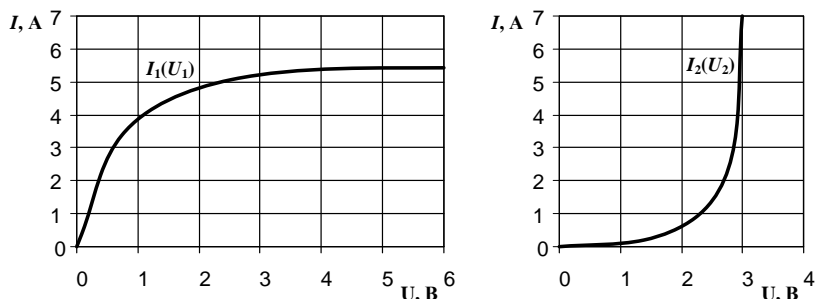

Рисунок 1 – Вольтамперные характеристики нелинейных элементов
4. На рис. 1 изображены вольтамперные характеристики двух нелинейных элементов. Какая из них может использоваться для стабилизации напряжения, а какая – для стабилизации тока?